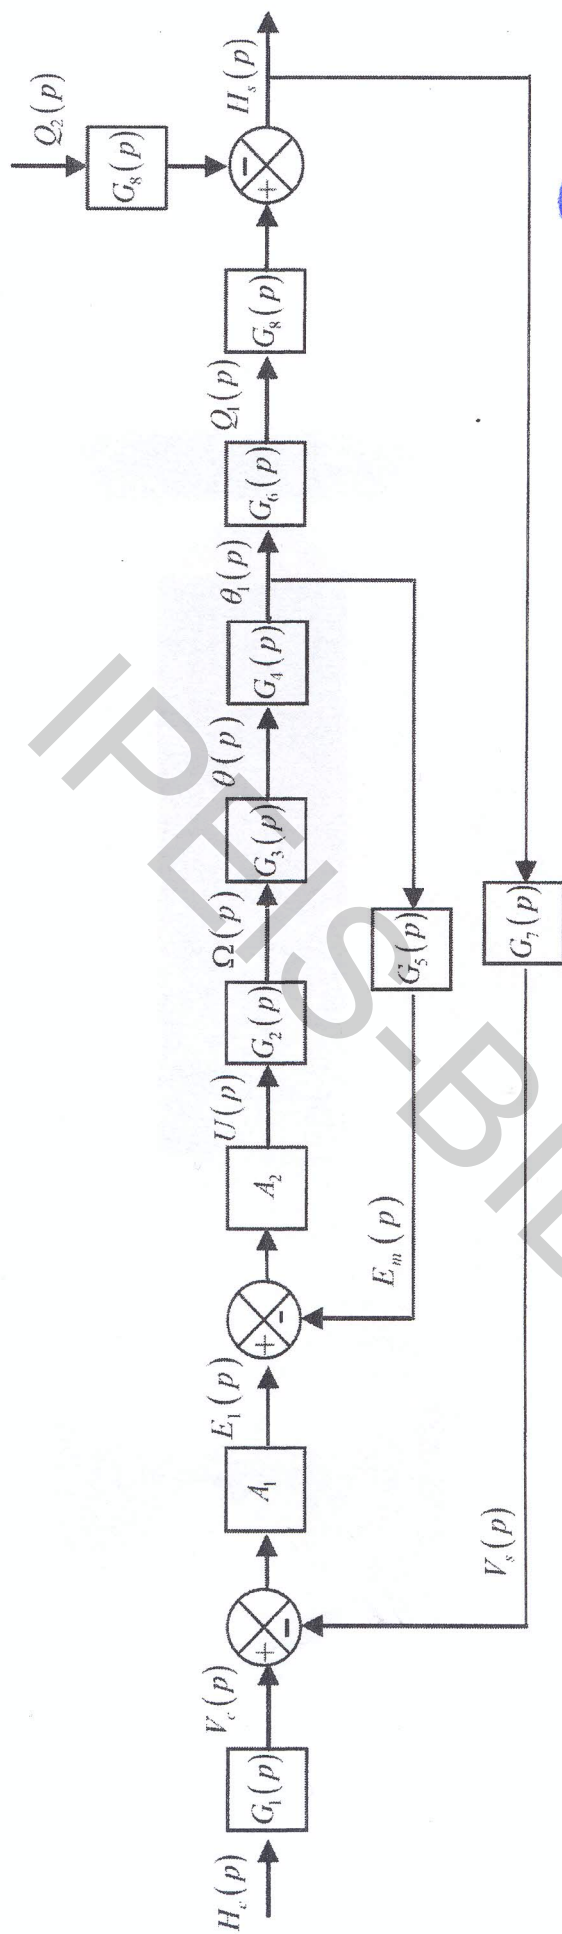

Fig. 2 — Schéma fonctionnel de la régulation de la cuve.
Le schéma fonctionnel de l'asservissement précédent peut être représenté par la Figure 2 (voir page 5).
- 1) A partir de la Figure 2, déterminer les fonctions de transfert $G_i(p)$, i allant de 1 à 7.
- 3) Déterminer l'ordre (n), la classe (α) et le gain statique (K) de la fonction $G(p)$.
Le schéma fonctionnel de l'asservissement présenté dans la Figure 2 peut être représenté sous la forme suivante :